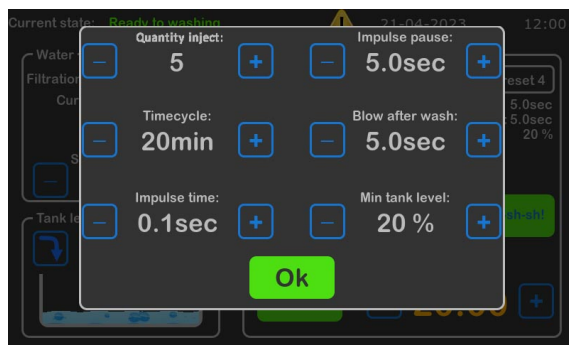

Рисунок 10
- 5 – Збережені параметри промивання. Натискання й утримання на кнопки відкриває меню налаштування, див. рис. 10.